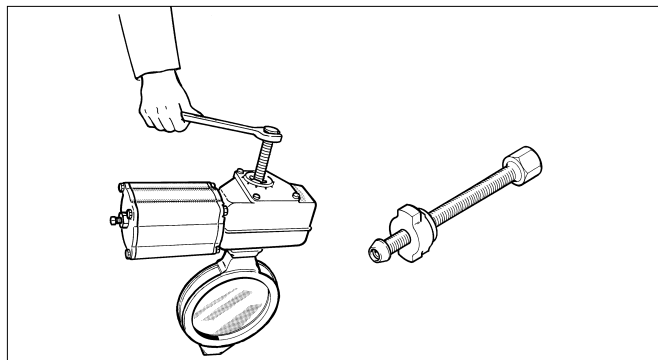

Fig. 17. Extracción del actuador con un extractor
- Extraiga el actuador con la ayuda de un extractor apropiado. Puede pedir la herramienta correcta al fabricante (ver Fig. 17).